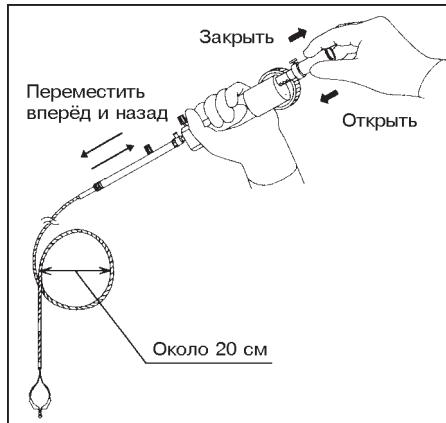

Рис. 3.6.
1. Удерживая инструмент и BML-инструментальную рукоятку, как показано на рис. 3.6, вводимую часть сверните в петлю диаметром около 20 см.